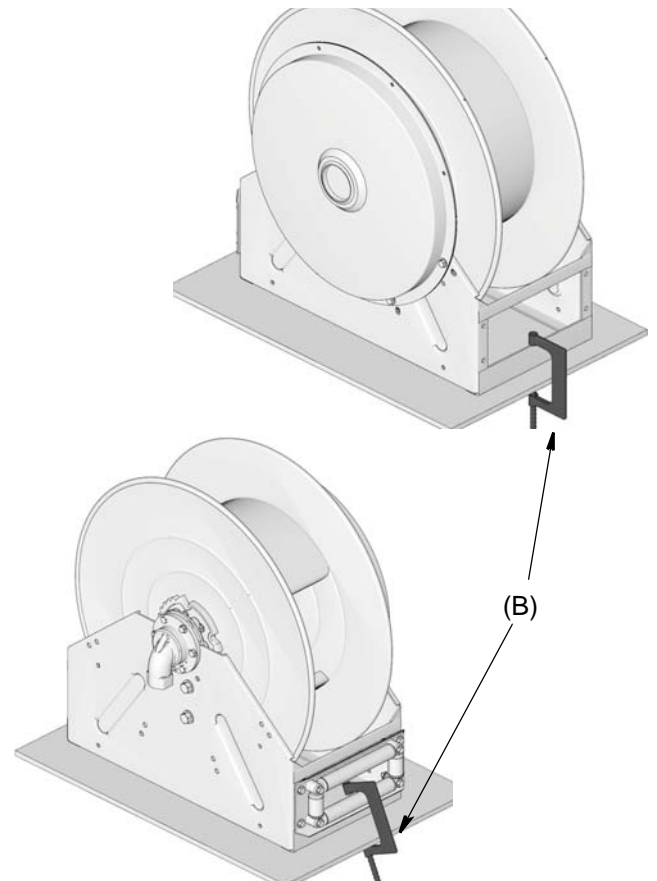

ABB. 5
1. Wird die Schlauchaufroller nicht ortsgebunden installiert, diesen mit zwei großen Schraubzwingen (B) (eine vorn und eine hinten) an einer ebenen Oberfläche sichern (ABB. 5). Graco empfiehlt, einen Lappen über die untere Rolle und das hintere Gestell zu legen, um diese Oberflächen vor Schäden beim Anziehen der Schraubzwingen zu schützen.